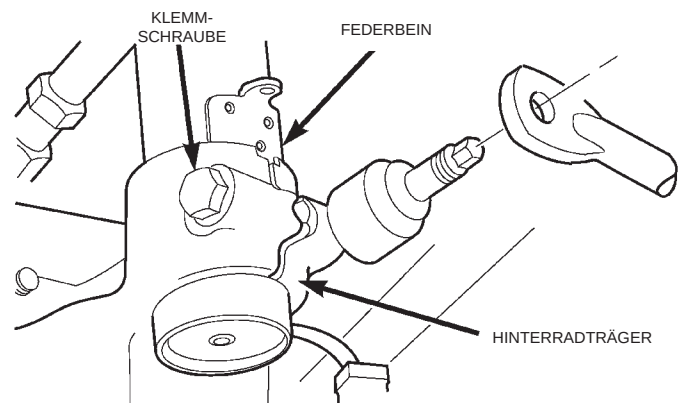

Abb. 18 Klemmschraube/Hinterradträger an Federbein
(10) Die Klemmschraube des Hinterradträgers am Federbein lockern und ausbauen (Abb. 18).
(1) Hinterradträger am Federbein montieren. Dazu den Hinterradträger auf das Federbein schieben oder klopfen, bis die Nut im Hinterradträger fest an der Passnase des Federbeins anliegt (Abb. 18). Dann den Körner aus dem Hinterradträger ausbauen und die Klemmschraube einbauen (Abb. 18). Die Klemmschraube des Hinterradträgers mit einem Anzugsmoment von 53 N·m (40 ft. lbs.) festziehen.